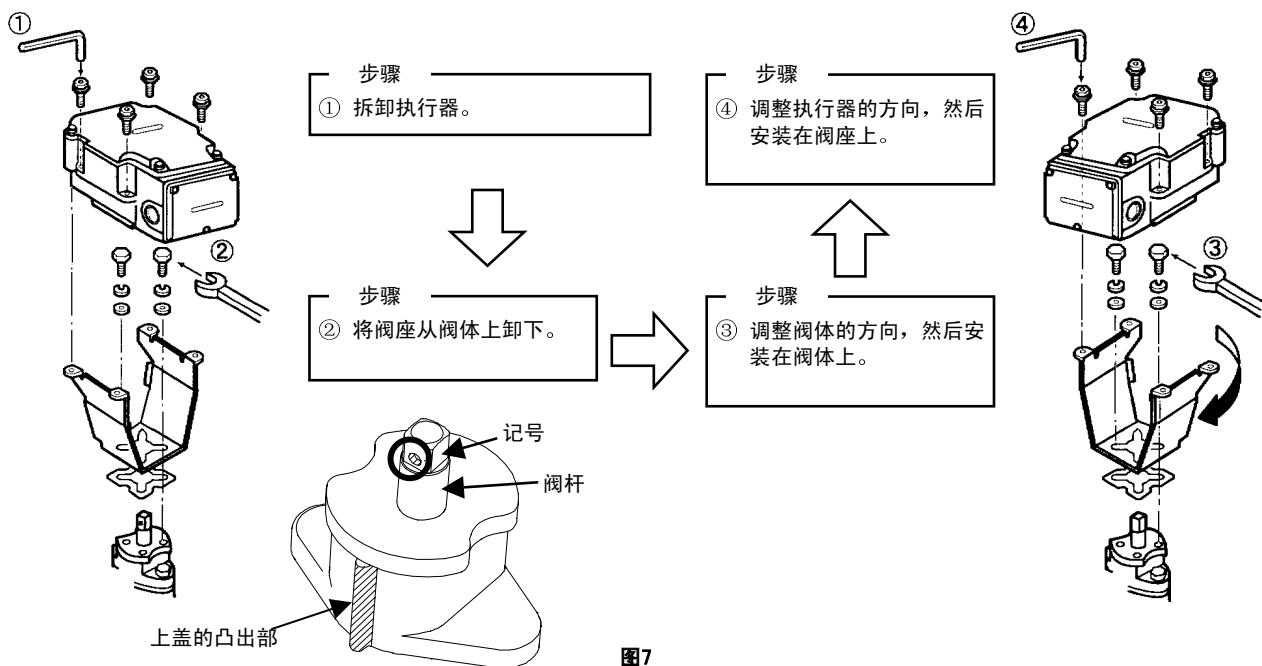

图7
- 2) 按图7所示，将连接执行器和阀座的螺丝拧下，从阀座上卸下执行器。（步骤①）（请确认阀体轴杆前端的沟槽与配管是否平行（全开）。）
- 3) 将阀座和阀本体的连接螺丝拧下。（步骤②）
- 4) 将阀座的朝向调整到想要连接的方向。这时，执行器与阀体的位置关系，可以与出厂时的位置作比较，以90度为单位进行调整。（0 /90 /180 /270 ）（步骤③）